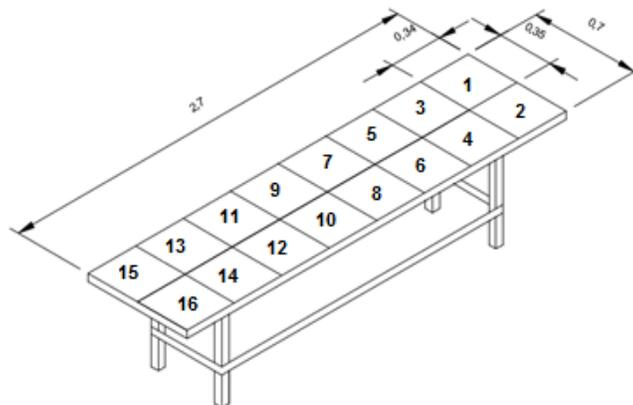

Figura 2. Posicionamiento de puntos de medición.
2.- Usando la escala de 2000 lx ubicar el luxómetro en dieciséis puntos distribuidos geoméricamente en la superficie de la mesa de trabajo. Ver figura 2. Al centro de cada cuadrícula tomar las medidas correspondientes con el luxómetro y registrarlas en la siguiente tabla 1.